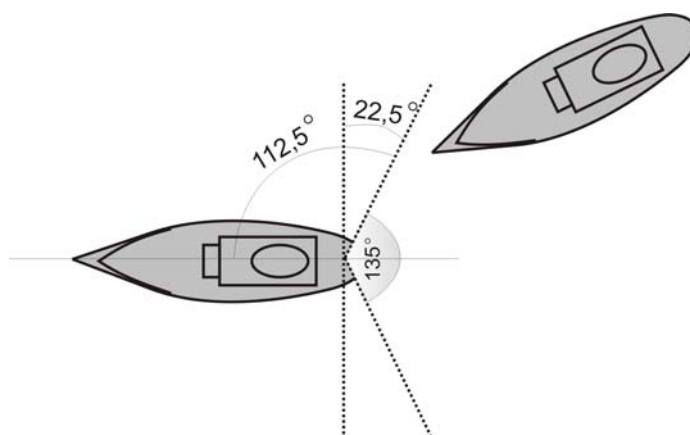

Fig. 8.5 Buque que alcanza
- b) Se considerará como buque que alcanza a todo buque que se aproxime a otro desde una **marcación mayor de 22,5° a popa del través (112,5° desde la proa, 10 cuartas desde la proa ó 2 cuartas a popa del través)** (Fig. 8.5)